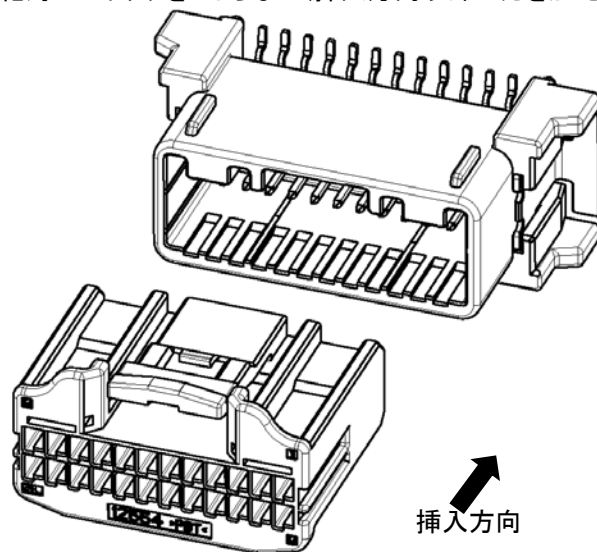

Fig.3
- (3)指定のメス・ハウジングをオス・コネクタにFig.3 のような向きに真っ直ぐ挿入して下さい。「パチン」と音がしてそれ以上押し込むことができなければ嵌合は完了です。挿入できない場合は、無理に押し込まず、(1)、(2)の項目を再度確認して下さい。